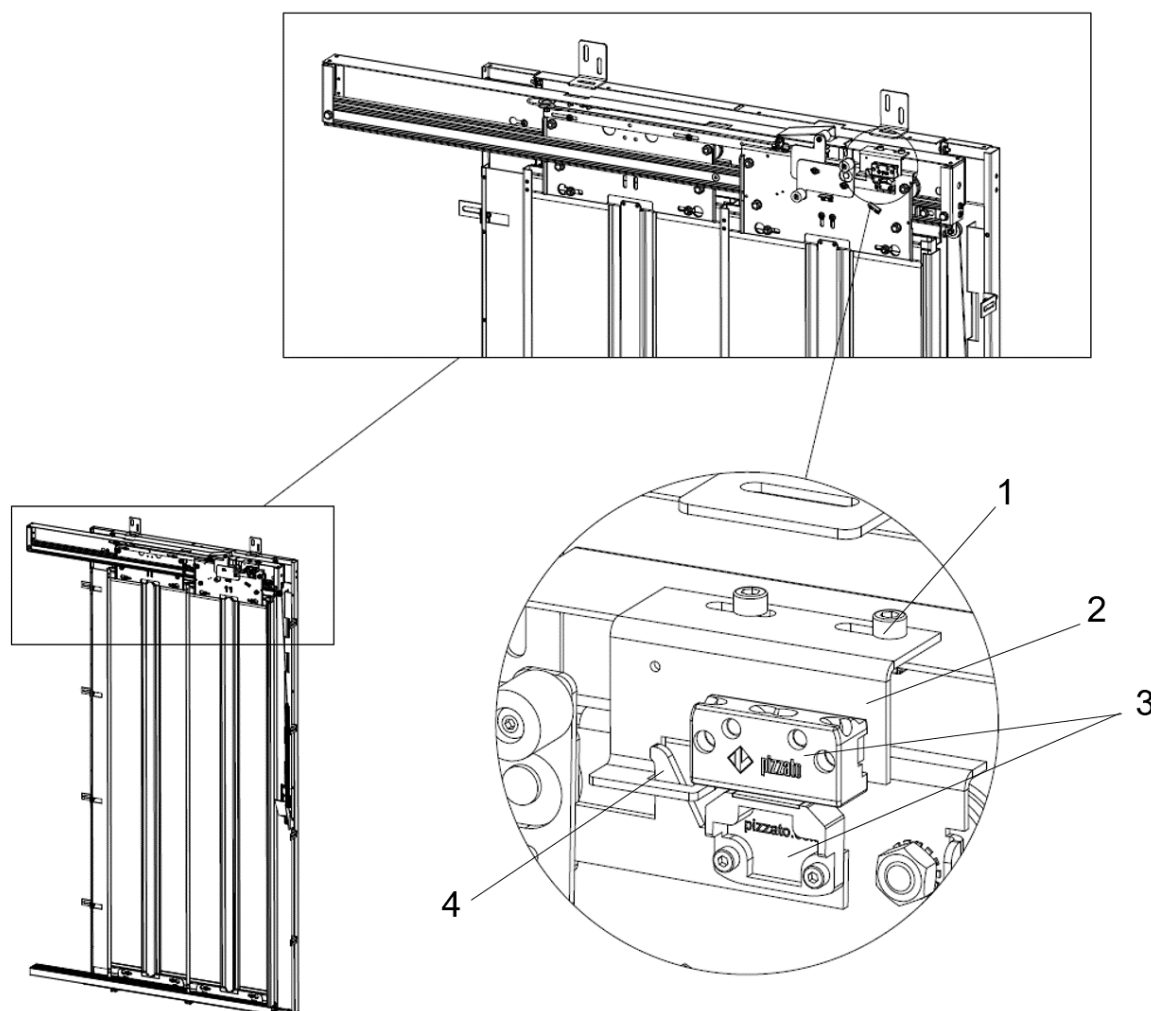

Fig. 51 Justering av stannplansdörrlås
1. Lossa skruvarna (1) som håller stannplansdörrens låsplatta (2), se Fig. 51.
2. Justera stannplansdörrens låsplatta så att säkerhetsbrytarens delar (3) gör kontakt korrekt och att stannplansdörrens låshake (4) fäster.